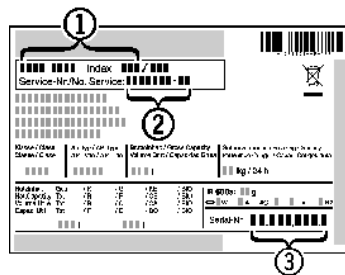

Fig. 31
- ▶ Наименование устройства, Fig. 31 (1), сервисный № Fig. 31 (2) и серийный № Fig. 31 (3) считайте с заводской таблички. Заводская табличка находится внутри устройства слева.
- ▶ Обратитесь в сервисную службу и сообщите вид неисправности, наименование устройства, Fig. 31 (1), сервисный № Fig. 31 (2) и серийный № Fig. 31 (3).